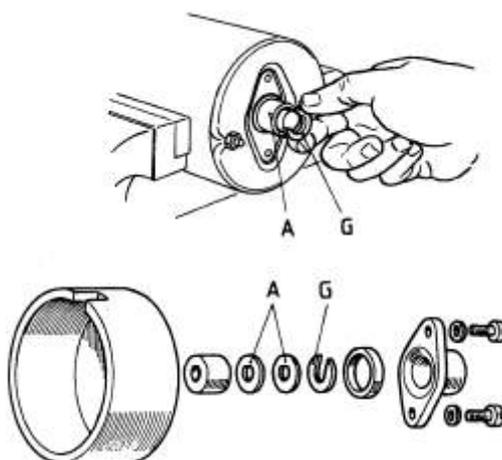

Figura 43:Extracção do freio e das anilhas ([6])
Após este procedimento iremos encontrar massa lubrificante que deve ser limpa para poderemos retirar o freio (G) e as anilhas (A). A figura 43 indicam como se retirar este conjunto de peças.